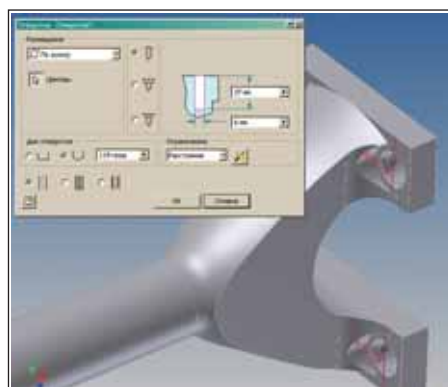

Рис. 49
66. Из инструментальной палитры *Конструктивные элементы* выбрать инструмент *Отверстие* , в списке *Размещение* указать *По эскизу*, установить глубину отверстия — 37 мм, диаметр отверстия — 6 мм, нажать *ОК* (рис. 49 и 50).